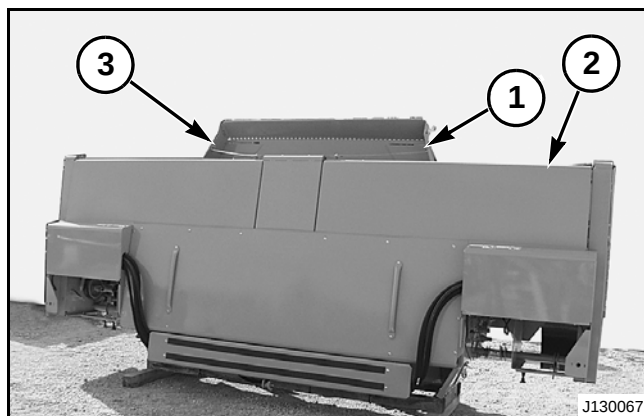

FIG. 1
FIG. 1: Quite el conjunto de blindaje de formación superior (1) del cabezal en la caja de despacho (2). Deseche los soportes de transporte grises (3) y la tornillería.